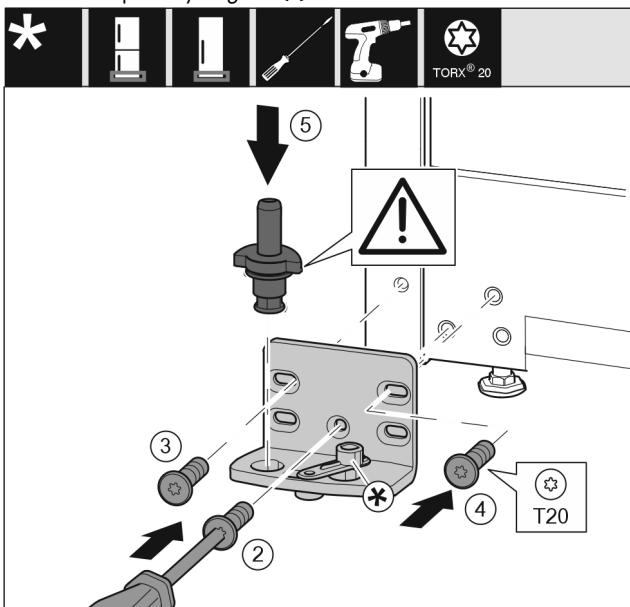

Fig. 17
- Установите опорный кронштейн с другой стороны и прикрутите с помощью отвертки T20. Начинайте с винта 2 снизу в центре. Fig. 17 (2)
- Затяните винты 3 и 4. Fig. 17 (3,4)
- Установите опорный палец в сборе. При этом следите за тем, чтобы выступ фиксатора был направлен назад. Fig. 17 (5)